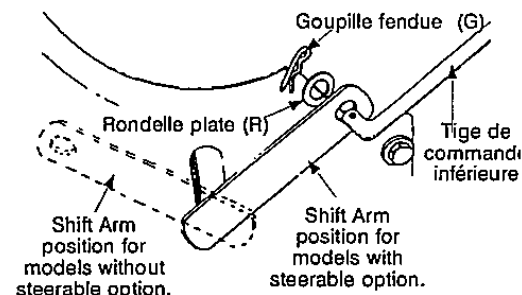
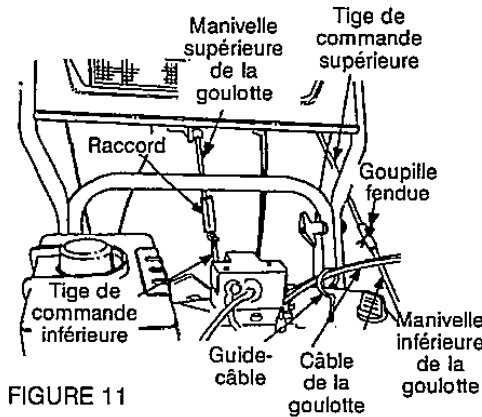

FIGURE 10
FIGURE 11
- Enfoncez l'extrémité à petit trou de la tige de commande inférieure dans le bras de commande sur l'extérieur du châssis de la souffeuse. Attachez avec une rondelle plate (R) et une goupille fendue (G) (la rondelle et la goupille fendue doivent se trouver sur le côté moteur du support). Voir la figure 10.
- Glissez le tube de blocage (Z) sur l'extrémité fileté de la tige de commande supérieure.
- Vissez la virole (J) sur l'extrémité fileté de la tige de commande.
- Maintenez les tiges de commande supérieure et inférieure avec la goupille fendue (G) et faites glisser le tube de blocage, comme à la figure 11.
- Tenez le cylindre à l'extrémité du câble pour que la virole tourne facilement dans le raccord en «Z». Il faudra peut-être tirer légèrement sur le câble pour relâcher la tension. Continuez à tourner la virole sans tordre le câble. Voir la figure 10.
- Tenez les méplats de la virole avec une pince et serrez l'écrou de blocage (W) contre la virole.
- Faites passer les câbles de la commande à distance de la goulotte dans la gaine sur le dessus du moteur. Voir la figure 11.